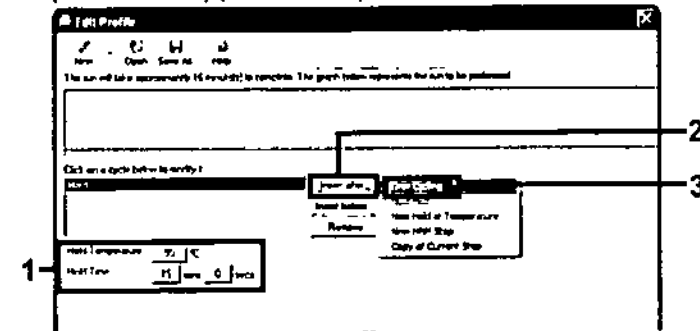

Ilustración 5. Paso de incubación inicial a 95 °C
8. Cambie el valor de "Hold Temperature" (Mantener temperatura) a 95 °C y "Hold Time" (Mantener tiempo) en 15 min. Haga clic en el botón "Insert After" (Insertar después) y seleccione **New Cycling** (Ciclos nuevos) (Ilustración 5).